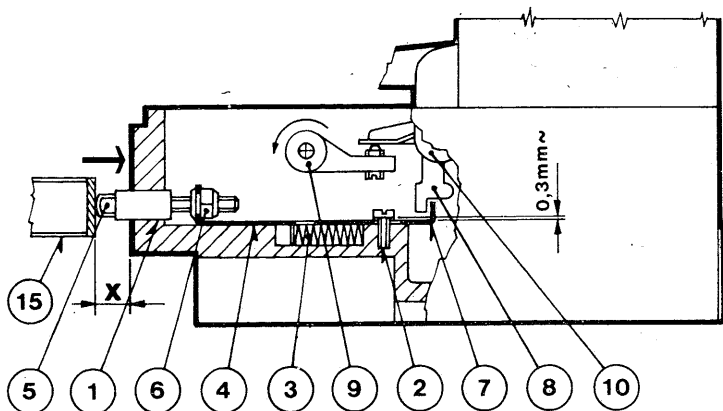

Fig. 15
- Infilare la molla (3) - fig. 15 - nella relativa sede praticata nella scatola sganciatori.
- Montare l'astina (4) nel modo indicato in figura e fissarla alla scatola sganciatori mediante la vite autobloccante (2). Si abbia cura di lasciare un gioco di circa 0,3 mm fra la testa della vite (2) e l'astina (4) e di inserire l'appendice (7) della stessa a destra della levetta di sgancio (8). Per fare ciò